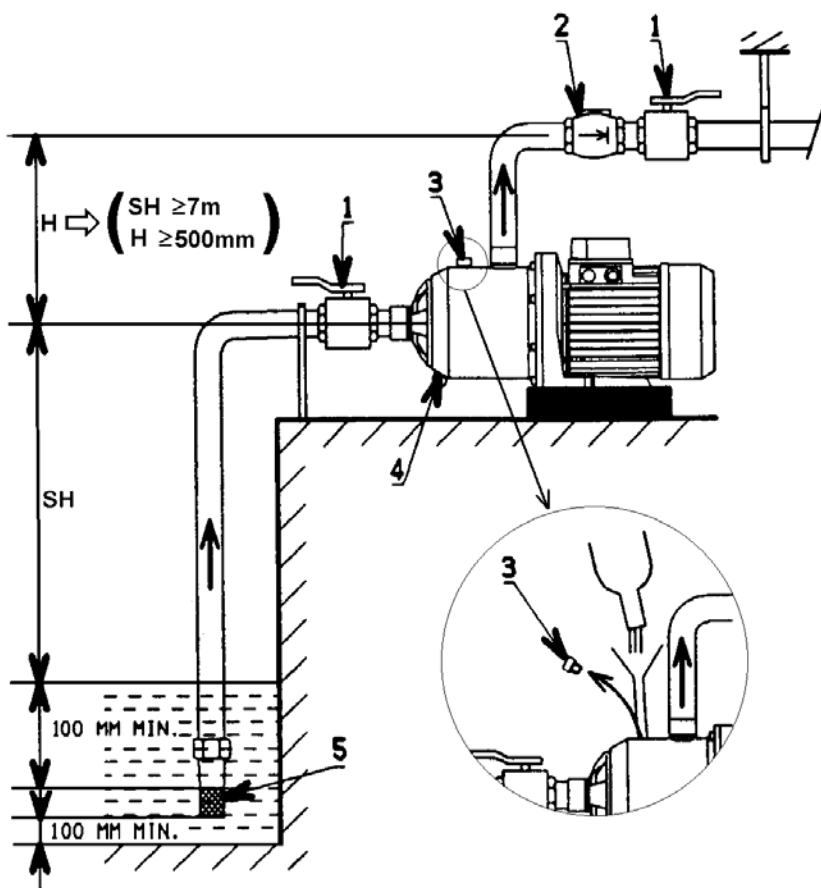

Рис. 3
- ♦ Диаметр всасывающего трубопровода/шланга должен быть не меньше номинального диаметра всасывающего патрубка насоса. Для насосов серии 6 м³/ч и с всасывающей высотой (SH) более 6 м минимальный внутренний диаметр всасывающего трубопровода равен 28 мм. Всасывающий трубопровод должен быть абсолютно герметичным.
- ♦ При высоте всасывания (SH) $\geq$ 7 м необходимо иметь вертикальный участок напорного трубопровода высотой не менее 500 мм (рис. 3)
Пуск насоса в режиме всасывания (рис. 3)